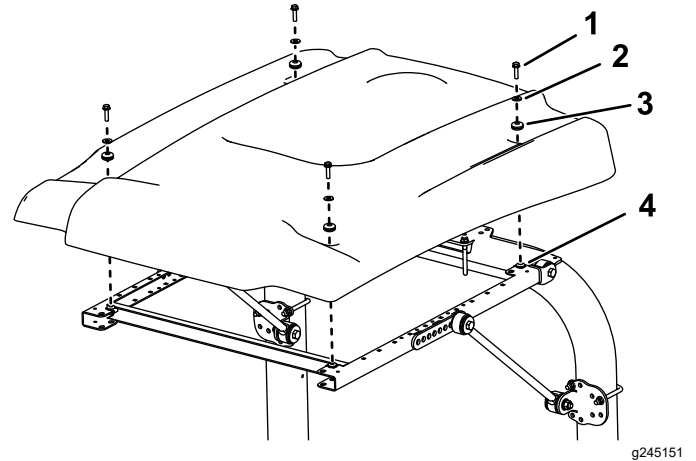

Figure 25
13. Lors de l'alignement des trous de fixation, positionnez le pare-soleil sur le cadre comme montré à la Figure 25.
14. Fixez légèrement chaque coin du pare-soleil au cadre avec un boulon à embase ($\frac{5}{16}$ " x $1\frac{1}{4}$ "), une petite rondelle et une entretoise (Figure 25).